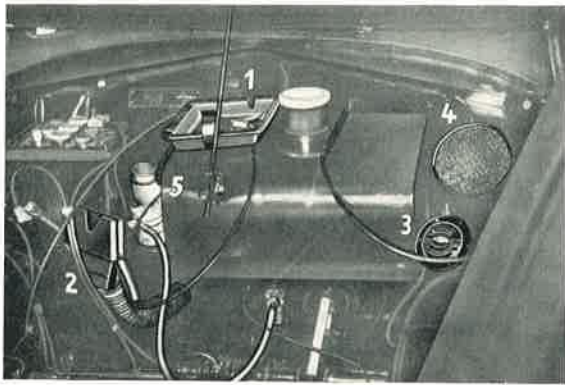

Bild 121: Der Batteriedeckel 1 nimmt Schrauben, Muttern, Federn etc. auf. Heizung 2, Hupe 3, Luftfilter 4 und Vergaser 5 werden neben den Tank abgelegt.
13. Vergaser am Flansch abschrauben und neben den Kraftstoffbehälter ablegen (Maulschlüssel 14 mm) (Bild 121).